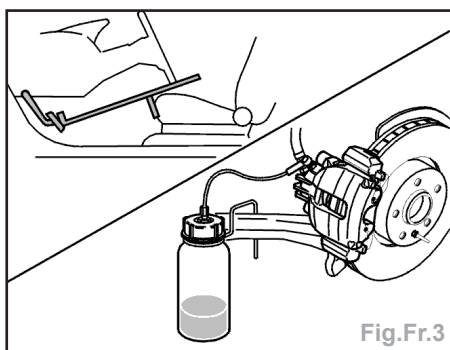

Fig.Fr.3
- Bloquer la pédale en position enfoncée (Fig.Fr.3).
- Desserrer d'un demi-tour le flexible (4) de frein de l'étrier de frein.